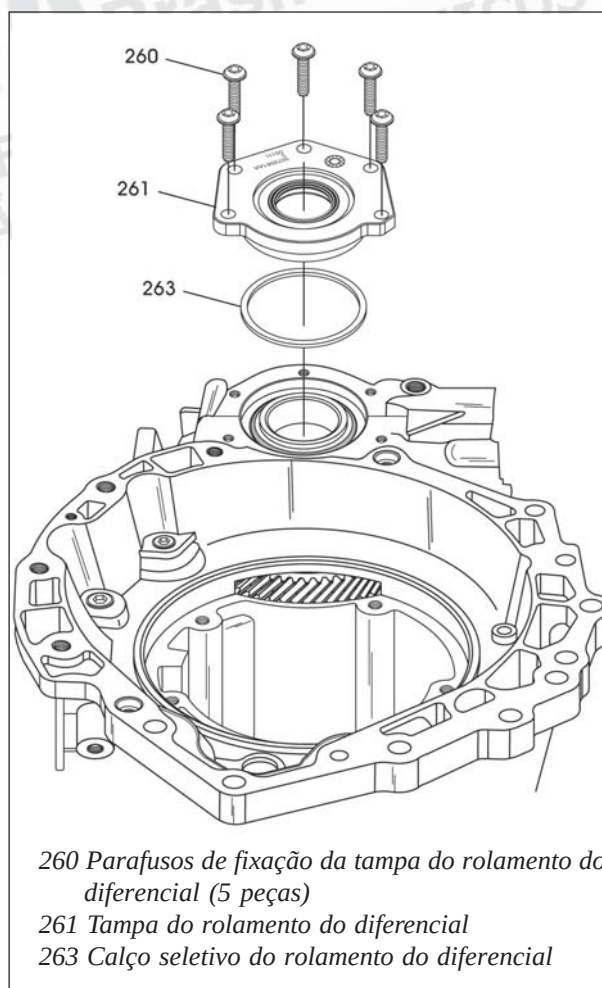

Figura 88
87. Remova os cinco parafusos da tampa do rolamento do diferencial, conforme mostra a figura 88, utilizando uma chave Torx T45.
88. Remova a tampa do rolamento do diferencial, conforme mostra a figura 88.
89. Remova o calço seletivo do rolamento do diferencial, conforme mostra a mesma figura 88.